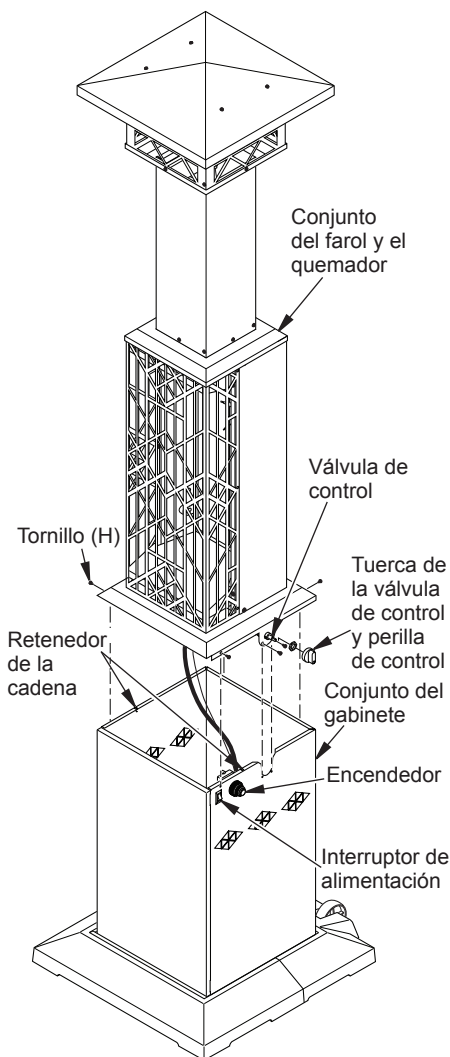
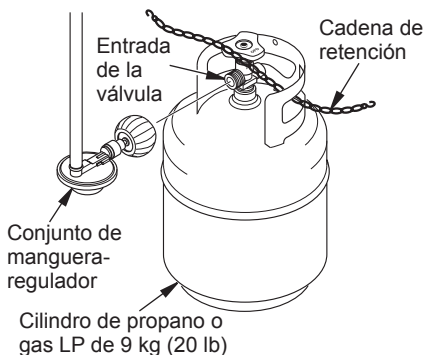

Figura 8 - Cómo fijar el conjunto del farol y el quemador al conjunto del gabinete
Figura 9 - Conexión del conjunto de manguera-regulador al cilindro de propano o gas LP
1. Coloque el conjunto del farol completo sobre el conjunto de la base del gabinete. Fíjelo con 4 tornillos (H), como se muestra en la figura 8. Instale 2 tornillos (H) en los orificios que se encuentran a cada lado de la válvula de control. Fije la tuerca y la perilla de control a la válvula de control.
Use un cilindro de 9 kg (20 lb) de propano o gas LP solamente (no incluido). Consulte la información de seguridad para seleccionar el cilindro adecuado. Conecte el conjunto de manguera-regulador al cilindro (consulte la figura 9). La manguera ya debe estar conectada al calentador. Conecte la manguera a la entrada de la válvula (consulte la figura 9). Apriete firmemente usando una llave.
Guíe la cadena de retención para que pase a través de por lo menos una de las manijas del tanque de propano o gas LP (consulte la figura 9). Asegúrese de guiar la cadena a través de la manija del tanque y NO alrededor de la válvula del tanque. La cadena no debe interferir con la válvula. Fije los ganchos de ambos extremos de las cadenas a los retenedores de las cadenas instalados en la base del gabinete (consulte la figura 8, en la página 8).